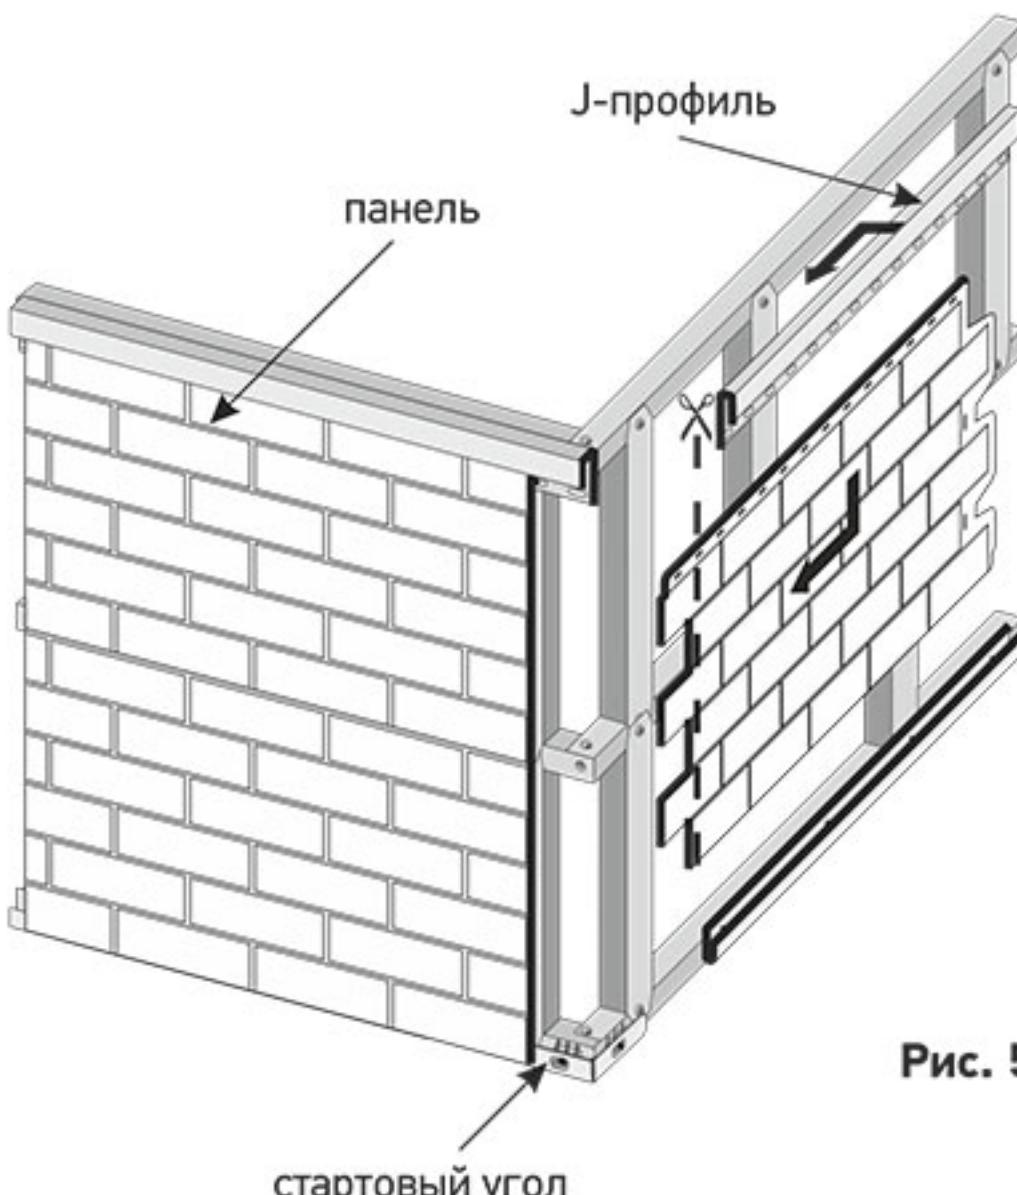

Рис. 5
- Монтаж фасадных панелей производится строго слева направо и снизу вверх (Рис. 5).
Установите углы на стартовые угловые профили (Рис. 5) и зафиксируйте их в верхней части двумя саморезами, длиной не менее 50 мм. Следите, чтобы угол закрывал не менее 15 мм фасадной панели и до внутреннего ребра» угла оставалось не менее 12 мм.